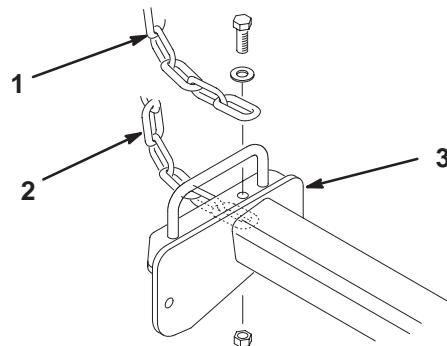

Figure 11
- Fixez la chaîne de basculement en haut des bâts porteurs des plateaux de coupe de 27" et en bas des bâts porteurs des plateaux de coupe de 32" à l'aide d'une vis d' assemblage, d'une rondelle et d'un contre-écrou (Fig. 11).